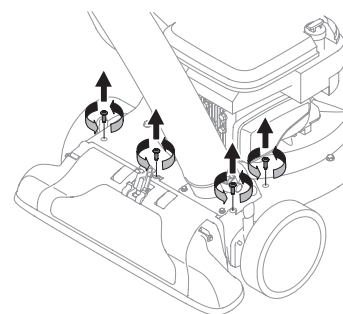

Figura 22
- Saque los cuatro tornillos de la caja superior que ajustan la cubierta del pico. Vea la Figura 22.